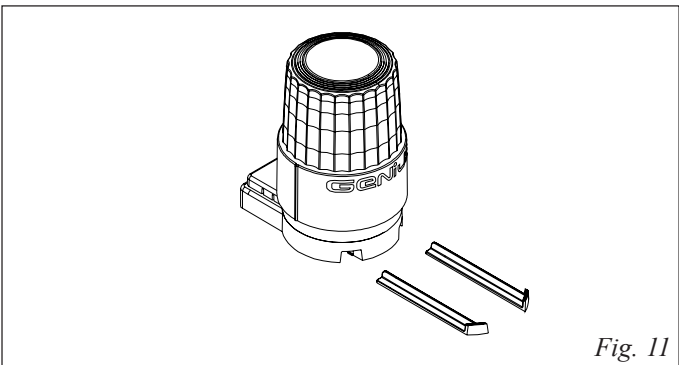

Fig. 11
- 13- Montare le due slitte anteriori come in Fig. 11.